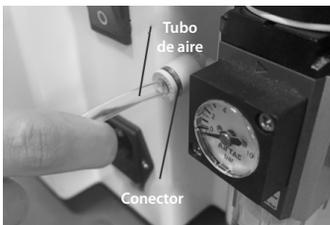

Figura 16
1. Retire el tubo de aire de la conexión. (Como muestra la figura 16)